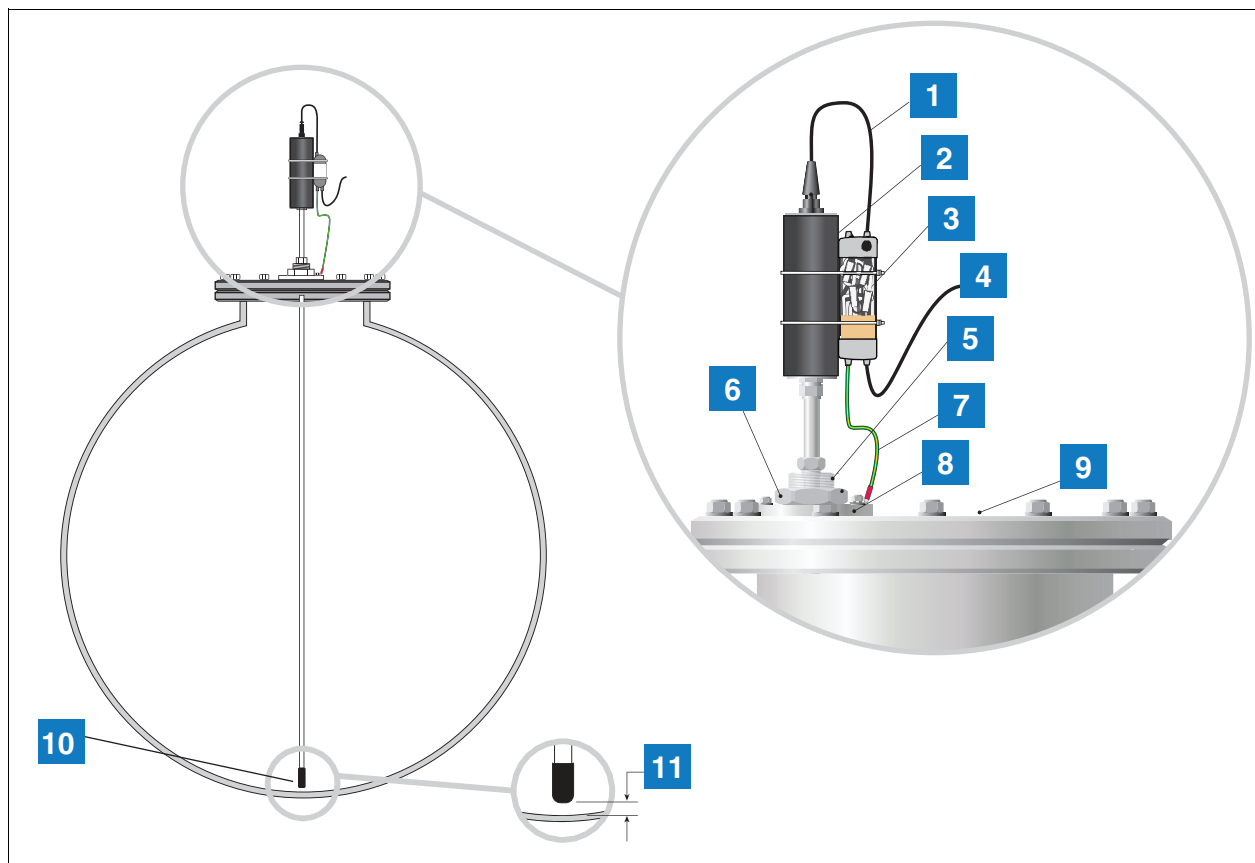

Figura 6. Installazione sonda Mag in Zona 1 con connessione al processo (premistoppa)
Determinate installazioni possono richiedere una disposizione di montaggio della sonda modificata, costituita da una connessione al processo (premistoppa) montata direttamente sul coperchio della cisterna, come mostrato nella Figura 6. Deve essere fornita una filettatura dedicata o una flangia idonea, con filettatura G2 poll. 11 filetti per pollici secondo DIN 2999 (BS2779). Prima di installare o riparare la sonda magnetostriativa, rimuovere la corrente c.a. sull'ingresso della console TLS e verificare che la console sia spenta. Durante la riparazione, scollegare il cavo della sonda e rimuovere la sonda dalla cisterna.
1. Fare riferimento alla Figura 6 per identificare l'hardware necessario per completare questa installazione.
7. Collegare il cavo principale della sonda al cablaggio presso il cliente utilizzando una scatola di giunzione a prova di agenti atmosferici o una protezione da sovratensioni opzionale a canale doppio (P/N 848100-002) come mostrato in Figura 6.
LEGENDA DELLE CASELLE NUMERATE DELLA Figura 6